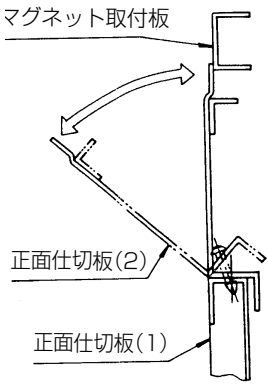

図3. (A矢視)
3.正面仕切板(1)(2)を本体へ取付後、正面仕切板(2)両側の止メ金を外側へスライドさせ、ネジ(ローレット)を締めて、側板と固定してください。(図3.参照)